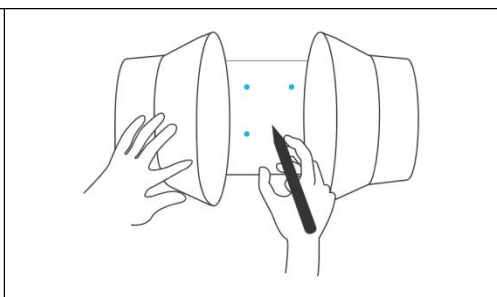

Fig. 3 .
3. Utilisez le support à bride pour régler la position souhaitée du ventilateur. Marquez les quatre trous de fixation. Voir la figure 3.